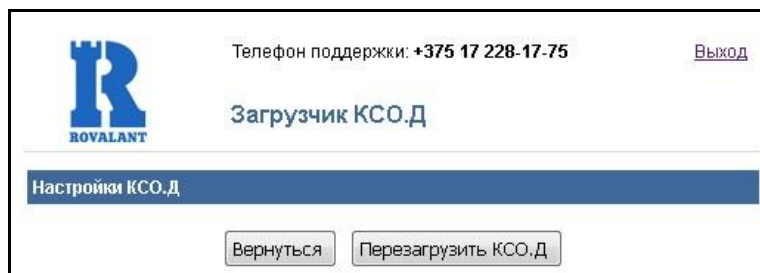

Рис. 28
6) Сохранить введенные параметры нажатием кнопки «Сохранить». При необходимости смены версии встроенного программного обеспечения КСО.Д нажать кнопку «выберите файл» и указать путь к файлу с новой управляющей программой. Нажать кнопку «Перейти в загрузчик». Через несколько секунд КСО.Д перейдет в режим программы-загрузчика (см. рисунок 28).